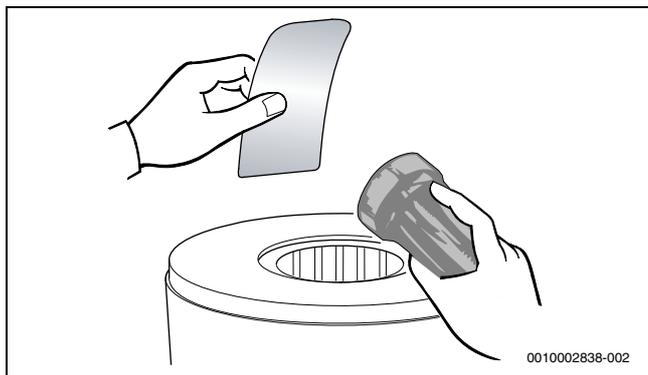

Fig. 124 Contrôler la présence de résidus dans le corps de chauffe
- ▶ Contrôler à nouveau la présence de résidus dans le corps de chauffe (→ fig. 124).